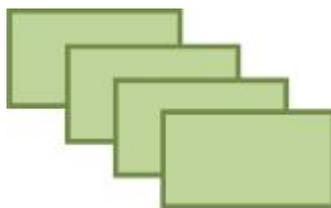

Рисунок 310 – Свойство «Копировать и перемещать копию»
**Свойство «Копировать и перемещать копию»** даёт возможность создавать копии элемента в рабочем режиме и перемещать их по документу (рисунок 310).